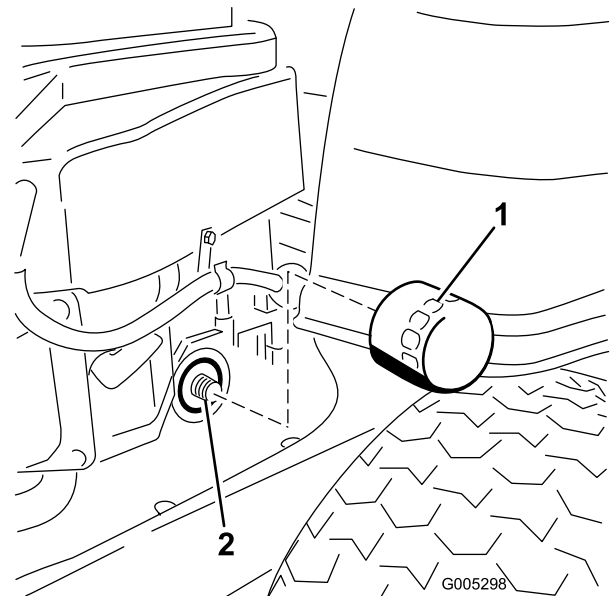

Figura 28
10. Localice el filtro de aceite situado en el lado derecho del motor. Retire el filtro usado y limpie con un paño limpio el adaptador del filtro (Figura 28).
12. Instale el filtro de aceite nuevo en el adaptador. Gire el filtro de aceite en el sentido de las agujas del reloj hasta que la junta de goma entre en contacto con el adaptador, luego apriete el filtro de 3/4 a una vuelta más (Figura 28). Limpie cualquier exceso de aceite del bastidor.